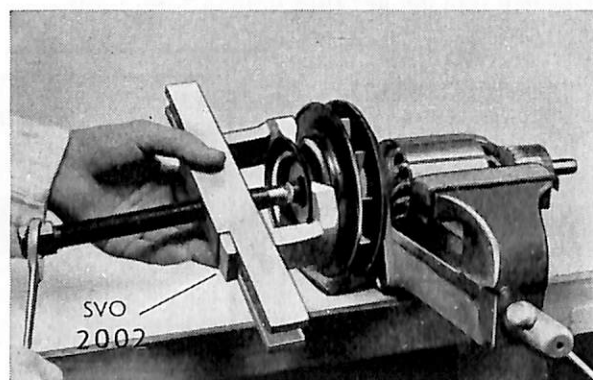

Bild 13. Demont. av remskiva.
6. Placera rotorn i ett skruvstycke, men drag ej åt för hårt (använd kopparbackar). Lossa muttern för remskivan och drag av denna. Använd verktyg SVO 2002, bild 13. Tag bort woodruffkilen.